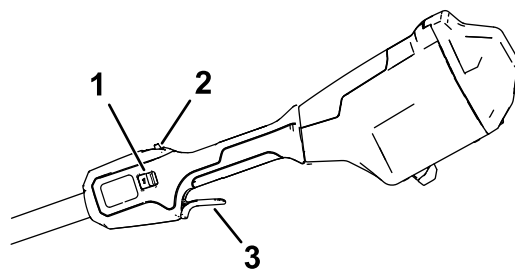

Figure 9
5. Pour mettre la machine en marche, appuyez sur le verrou de gâchette, puis serrez la gâchette de marche (Figure 9).